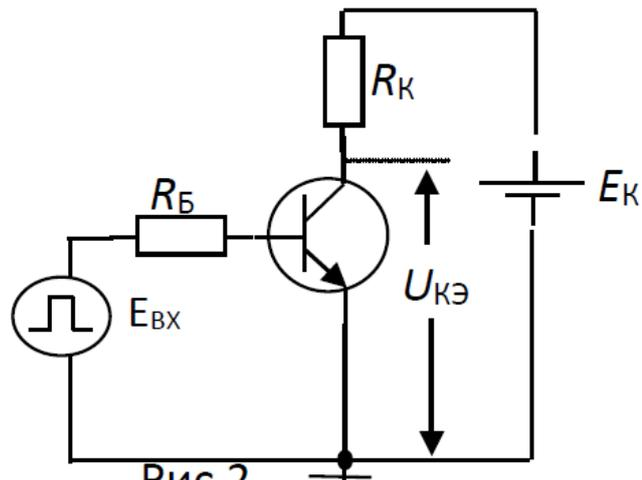

Рис.2
2. В схеме рис.2  $E_k=10 \text{ В}$ ;  $R_k=10 \text{ Ом}$ ;  $R_b=200 \text{ Ом}$ ;  $\beta=50$ .